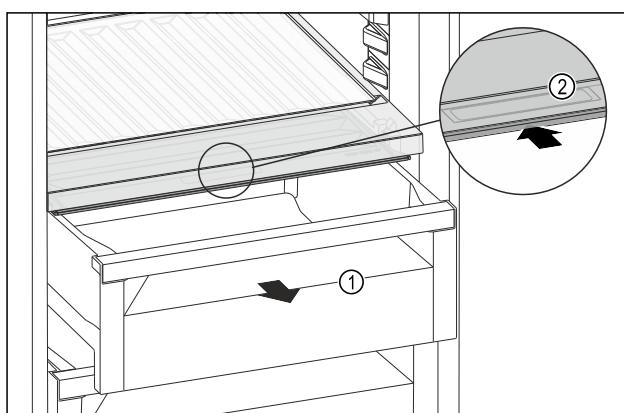

Fig. 110
- Izvlecite predal Fig. 110 (1).
- Primite prijemanlo vdolbino Fig. 110 (2) na pokrovu predala in pokrov predala istočasno potisnite nazaj.